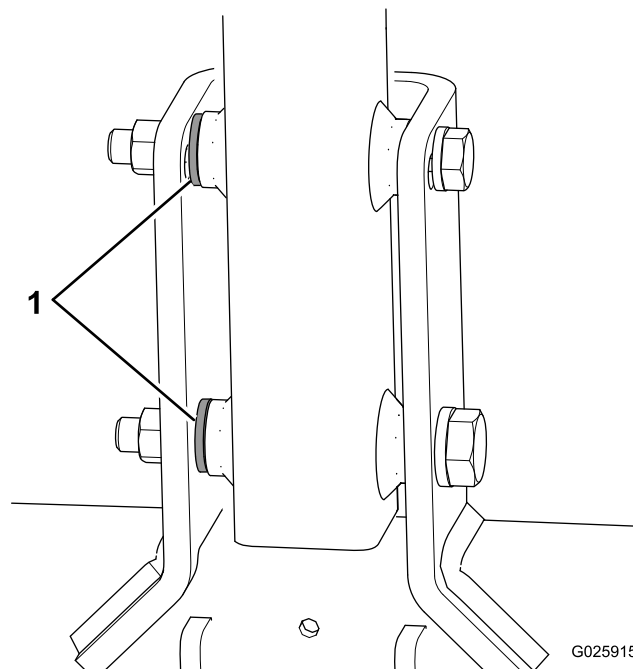

Figura 5
- Se a sua máquina tiver uma terceira anilha incluída com cada parafuso, utilize essas anilhas como espaçadores entre o engate e o interior do suporte da articulação do engate (Figura 5).